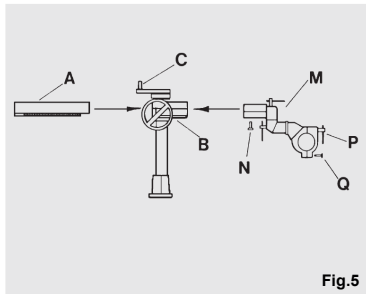

Fig.5
Wanneer het steunstuk aan de werkbank werd bevestigd, dient de Aandrijver d.m.v. de passende ring (M), die zich op het einde van het steunstuk bevindt, te worden gemonteerd (zie Fig. 5).